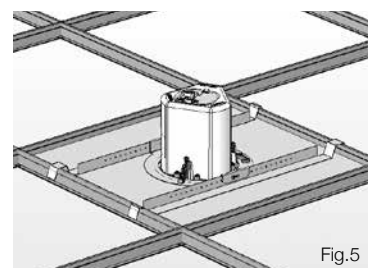

Fig.5
5. Vuelva a colocar el panel en el falso techo. Las puntas del kit de falso techo se engancharán en los raíles, soportando el peso del altavoz. (Fig.5)